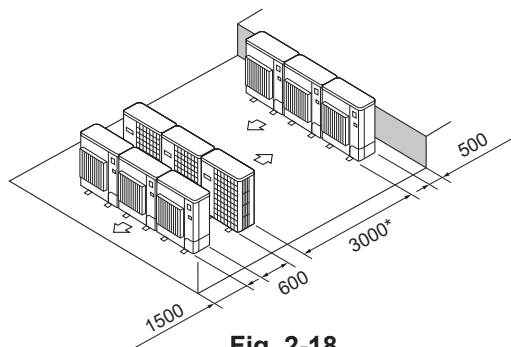

Fig. 2-18
- ⑥ Бірнеше параллельді блокты орналастыру (Fig. 2-18)